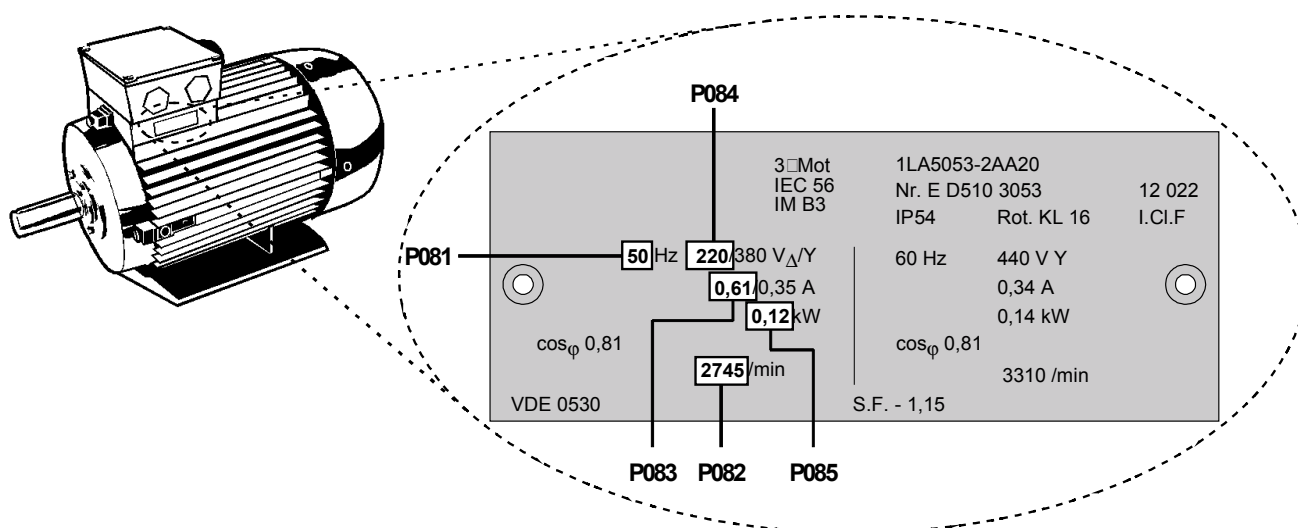

Figure 3.2.1: Typique Exemple de plaque signalétique de moteur
- (1) Le variateur ne comporte pas d'interrupteur secteur; il est par conséquent sous tension dès qu'il est relié au réseau. Il attend, sortie désactivée, l'actionnement du bouton MARCHE ou un signal numérique MARCHE sur la borne 5 (marche à droite) ou sur la borne 6 (marche à gauche) - voir paramètres P051 à P053.
- (2) Lorsque la fréquence de sortie est sélectionnée pour l'affichage (P001 = 0), la consigne correspondante est affichée toutes les 1,5 secondes environ lorsque le variateur est à l'arrêt.
- (3) Le variateur est programmé en usine pour les applications standard avec moteurs standard Siemens quatre pôles. En cas d'utilisation d'autres moteurs, il est nécessaire d'entrer les caractéristiques de la plaque signalétique du moteur dans les paramètres P081 à P085 (voir figure 3.2.1). **Remarquez que l'accès à ces paramètres est uniquement possible lorsque P009 est réglé sur 002 ou 003.**
- (1) Branchez un simple interrupteur entre les bornes de commande 5 et 8 pour prérégler le moteur pour la rotation dans le sens des aiguilles d'une montre (valeur par défaut).
- (2) Mettez le variateur sous tension. Réglez le paramètre P009 sur 002 ou 003 pour permettre de régler tous les paramètres.
- (3) Réglez le paramètre P006 sur 000 pour spécifier la valeur de consigne numérique.
- (4) Réglez le paramètre P007 sur 000 pour spécifier une entrée TOR (c.-à-d. DIN1 (borne 5) dans ce cas) et activez les commandes en face avant.
- (5) Réglez le paramètre P005 sur la consigne de fréquence souhaitée.
- (6) Réglez les paramètres P081 à P085 sur les valeurs de la plaque signalétique du moteur (*voir figure 3.2.1*).
- (3) Remettez le variateur sous tension. Réglez le paramètre P009 sur 002 ou 003 pour permettre de régler tous les paramètres.
- (4) Réglez le paramètre P006 sur 001 pour spécifier la valeur de consigne analogique.
- (5) Réglez le paramètre P007 sur 000 pour spécifier l'entrée numérique [c.-à-d. DIN1 (borne 5) dans ce cas] et désactivez les commandes en face avant.
- (6) Réglez les paramètres P021 et P022 pour spécifier les valeurs minimum et maximum de la fréquence de sortie.
- (7) Réglez les paramètres P081 à P085 sur les valeurs de la plaque signalétique du moteur (*voir figure 3.2.1*).